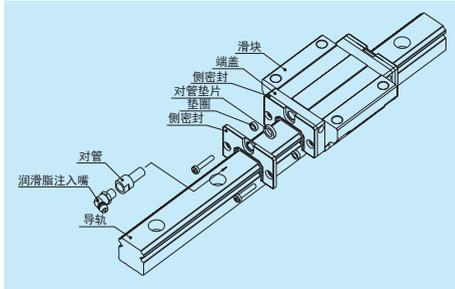

图 14 双密封
**(3) 双密封**
- 对标准定成品追加安装双密封时，请利用在表 14 所示的成套双密封。(图 14)